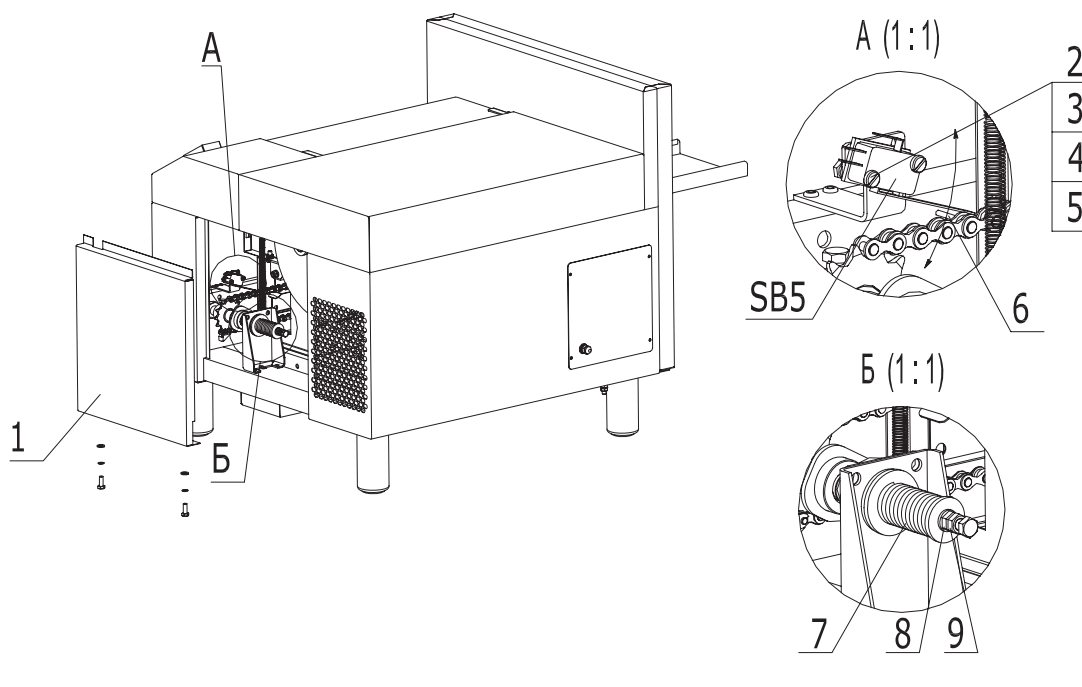

Рис.1
- регулировка микровыключателя (рис.1)
- регулировка подтормаживающей пружины (рис.1)